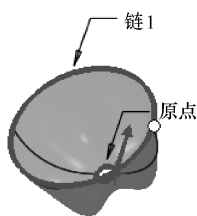

图 6-116 预览模型
(10) 在【关系】窗口中单击【确定】按钮，关闭【关系】对话框，单击【草绘器按钮】工具栏中的【完成】按钮，完成截面定义。
(11) 拖动鼠标中键对模型进行几何预览，如图 6-116 所示。